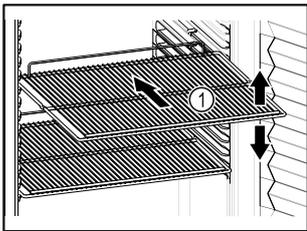

Fig. 84 Beispielhafte Darstellung
- ☐ Wenn Abstellroste Fig. 84 (1) versetzbar sind, je nach Höhe anpassen.